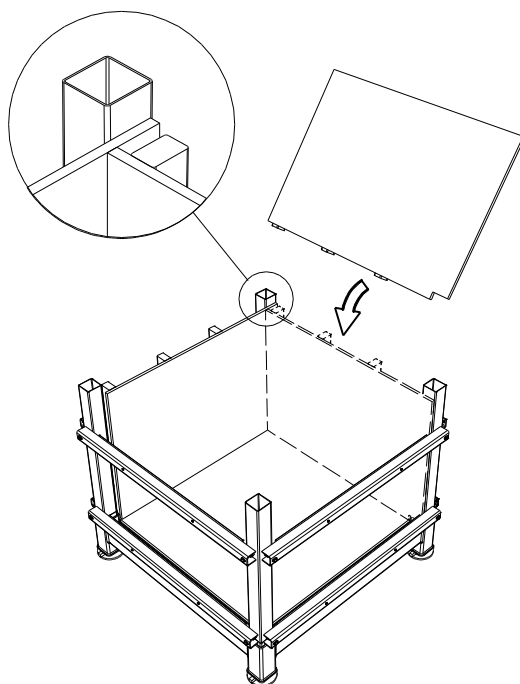

Bild 20. Placering av Sidoskivor.
- 4.3 Ställ de fyra Sidoskivorna, med träreglar, på Bottenskivan som ligger på Bottenramen. Se till att hacket är riktat nedåt och reglarna vilar mot Ballaststöden, se Bild 20. Kontrollera att Sidoskivorna överlappar varandra så att alla skivor får samma stöd mot Ballaststöden.